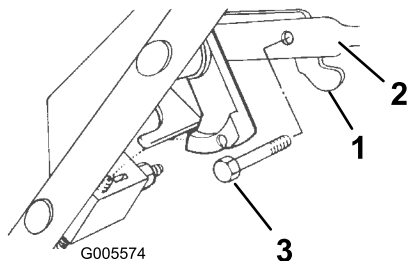

Figura 6
9. Fije la palanca de control a la barra de control con un perno y una contratuerca (Figura 6).